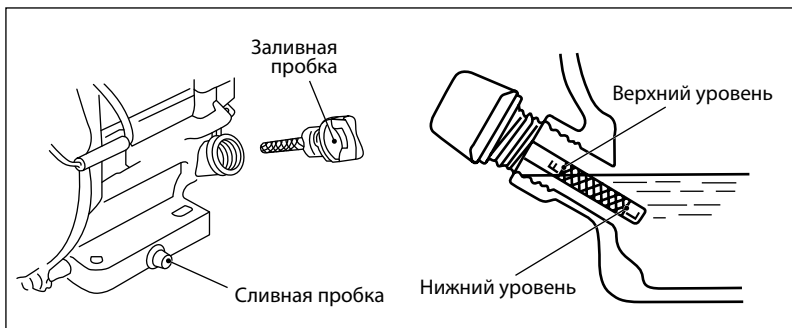

Рис. 3
4. Проконтролируйте уровень масла с помощью щупа, долейте масло при необходимости (рис. 3).